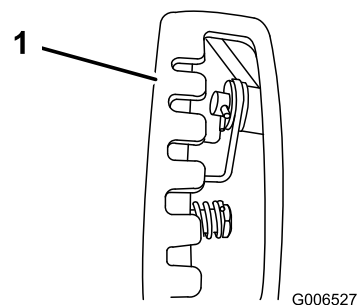

Рисунок 13
**Примечание:** Для упрощения установки наблюдайте за операциями через отверстие в переключателе скоростей (Рисунок 13).